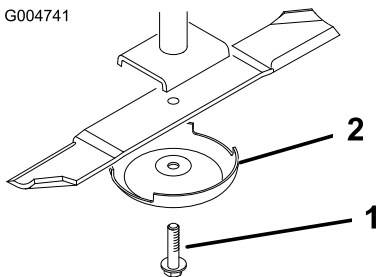

Рисунок 144
4. Возьмитесь за конец ножа, используя ветошь или перчатку на толстой подкладке, отверните болт ножа, снимите защитный колпак и нож с вала шпинделя (Рисунок 144).